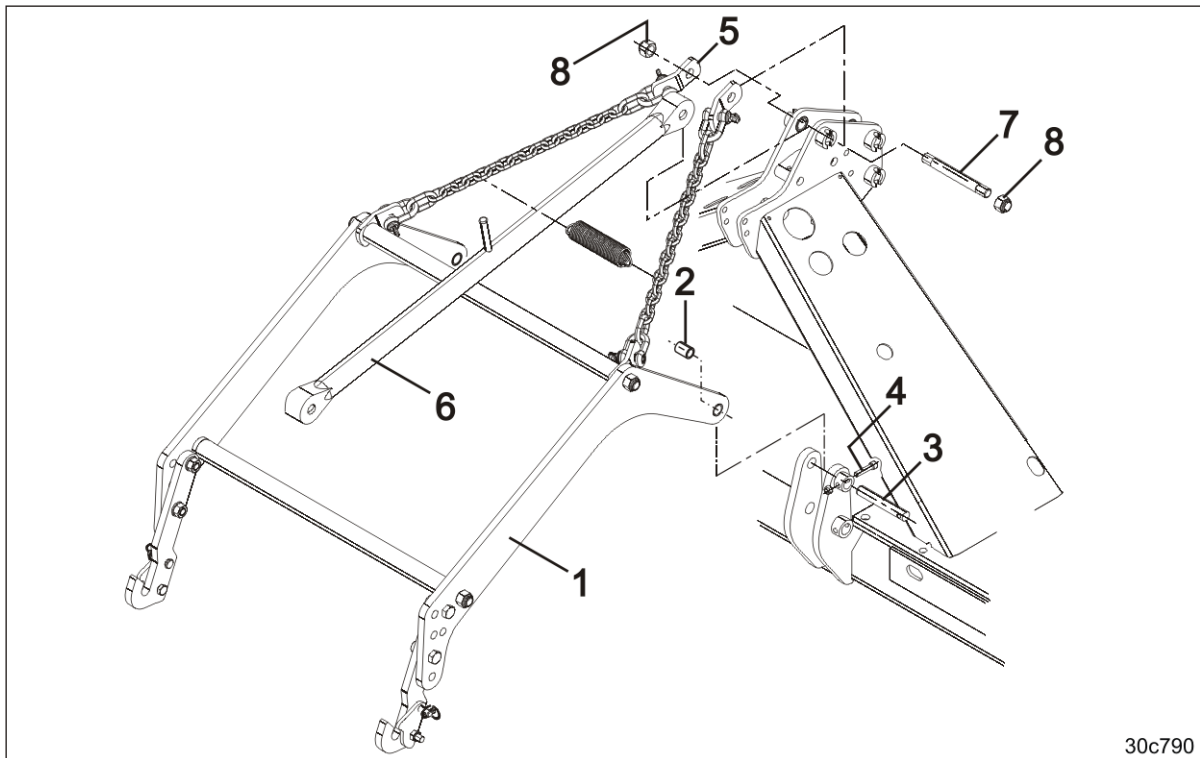

Рис. 79
1. Подвесьте соединительные кронштейны (Рис. 79/1) на кран.
2. Зафиксируйте соединительные кронштейны вместе с двумя распорными втулками (Рис. 79/2) на почвообрабатывающей машине с помощью двух пальцев (Рис. 79/3).
3. Зафиксируйте пальцы болтами (Рис. 79/4) и гайками.
4. Закрепите цепи (Рис. 79/5) вместе с верхней тягой (Рис. 79/6) на почвообрабатывающей машине с помощью пальца (Рис. 79/7).
5. Закрепите палец двумя контргайками (Рис. 79/8).